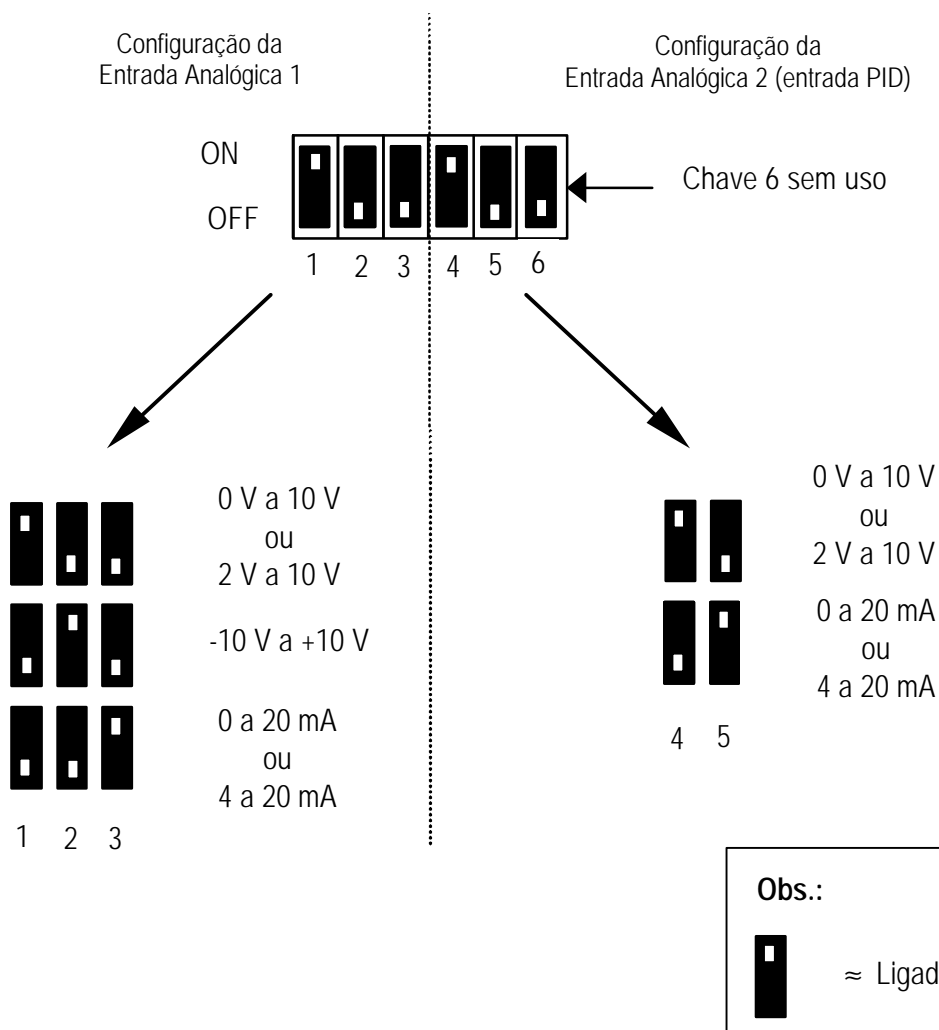
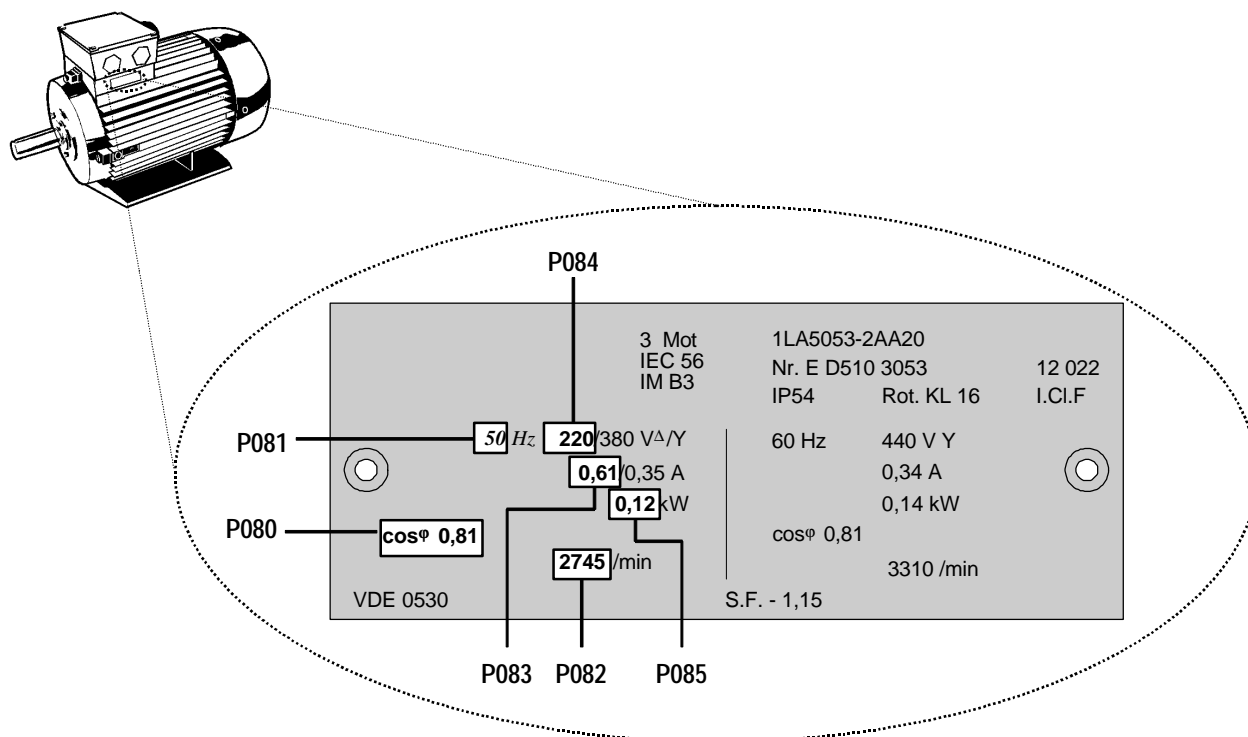

Figura 16. Microchaves Seletoras
Figura 17: Exemplo de Placa de Identificação de um Motor
As microchaves selecionam entre entrada analógica em tensão (V) e corrente (I), e também selecionam um sinal de realimentação para PID em tensão ou em corrente (veja Figura 16: Microchaves Seletoras). Estas chaves podem ser acessadas somente quando:
As cinco microchaves seletoras devem ser ligadas de acordo com os ajustes de P023 ou P323 para a operação do inversor. A Figura 16 mostra o ajuste das chaves para os diferentes modos de operação.
- (1) O inversor não possui nenhuma chave principal de rede, portanto o mesmo estará ativo quando conectado à alimentação principal. O equipamento aguarda, com a saída bloqueada, o acionamento da tecla PARTIR ou um sinal digital equivalente no borne 5 (sentido horário – ajuste de fábrica) ou 6 (sentido anti-horário – ajuste de fábrica) – veja os parâmetros P051 a P055 e P356.
- (2) Caso seja selecionado para visualização a frequência de saída (P001 = 0), enquanto o inversor não estiver operando será visualizado o valor de referência em intervalos de aproximadamente 1,5 segundos.
- (3) O inversor vem programado de fábrica para aplicações padronizadas com motores Siemens. No caso de serem utilizados outros motores, será necessário entrar com os dados de placa do motor nos parâmetros P080 a P085 (veja Figura 17). **Obs.: Estes parâmetros somente serão acessíveis caso P009 = 002 ou 003.**
- (1) Conectar uma chave simples tipo liga/desliga, nos bornes 9 e 5. Com ela será ajustado o inversor para rotação do eixo do motor no sentido horário (ajuste padrão).
- (2) Fixar todas as tampas do inversor e ligá-lo à rede. Ajustar o parâmetro P009 em 002 ou 003 a fim de permitir o ajuste de todos os parâmetros.
- (3) Verificar que o parâmetro P006 esteja ajustado em 000 para receber a referência digital.
- (4) Ajustar o parâmetro P007 em 000 para especificar a entrada digital (DIN1, borne 5 neste caso) e bloquear as teclas do painel de comando.
- (5) Ajustar o parâmetro P005 para a referência de frequência desejada.
- (6) Ajustar os parâmetros P080 a P085 de acordo com a placa de identificação do motor (veja Figura 17).
- (7) Colocar a chave externa liga/desliga na posição LIGA. Nesta posição o inversor alimenta o motor com a frequência ajustada em P005.
- (3) Configurar a Entrada Analógica 1 ajustando as microchaves 1, 2 e 3 para entrada em tensão (V). (veja Figura 16, Seção 4.1.2)
- (4) Fixar todas as tampas do inversor e ligá-lo à rede. Ajustar o parâmetro P009 em 002 ou 003 a fim de permitir o ajuste de todos os parâmetros.
- (5) Ajustar o parâmetro P006 em 001 para receber a referência analógica.
- (6) Ajustar o parâmetro P007 em 000 para especificar a entrada digital (DIN1 (borne 5) neste caso) e bloquear as teclas do painel de comando.
- (7) Ajustar os parâmetros P021 e P022 para especificar as frequências de saída mínima e máxima, correspondentes à mínima (0 V) e à máxima (10 V) referência analógica.
- (8) Ajustar os parâmetros P080 a P085 de acordo com a placa de identificação do motor (veja Figura 17).
- (9) Colocar a chave externa liga/desliga na posição LIGA. Girar o potenciômetro (ou ajustar a tensão aplicada à entrada analógica) de forma que no inversor seja visualizada a frequência desejada.